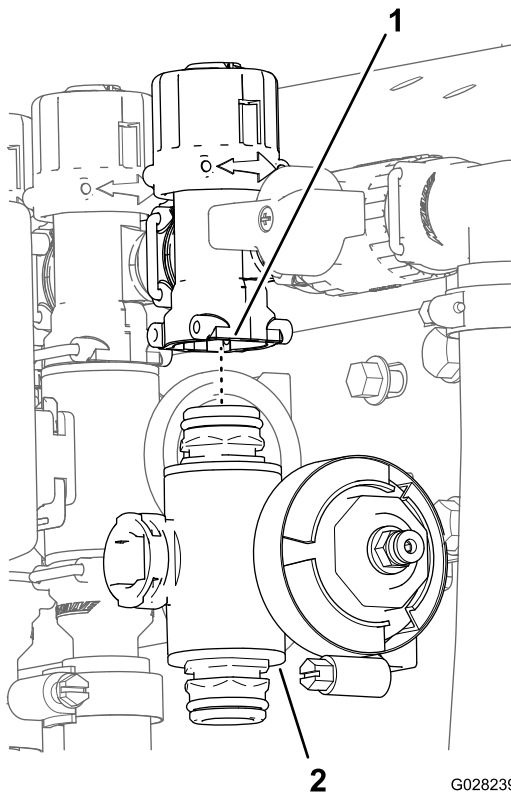

Bild 70
3. Entfernen Sie für die linken oder rechten Abschnittventile die Bundkopfschrauben und Sicherungsbundmutter, mit denen die Abschnittventile an der Ventilbefestigung befestigt sind. Entfernen Sie die Ventilverteiler für das mittlere Abschnittsventil von der Maschine; entfernen Sie den Abschnittventilverteiler von der Maschine (Bild 70).